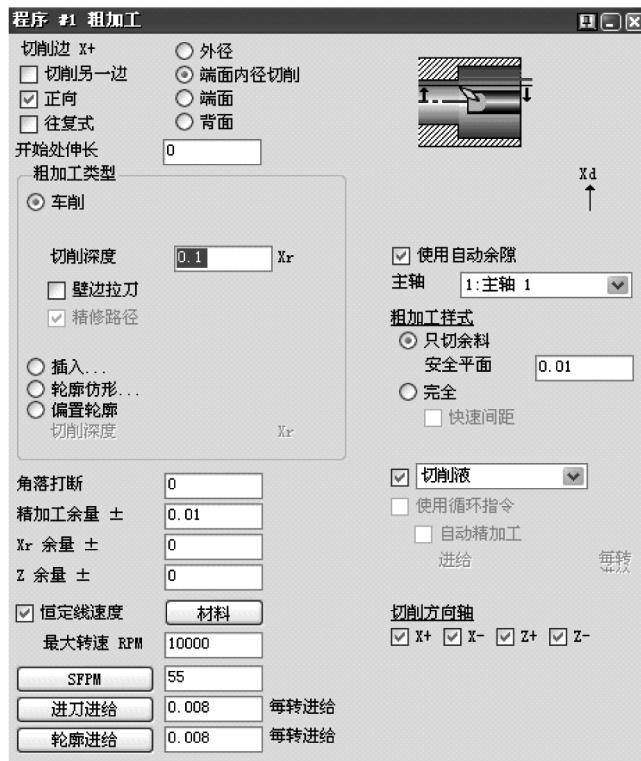

图 6-62 粗车内圆
- 3) 应用#6 刀具创建粗车内圆程序, 如图 6-62 所示。确保为轮廓清角加工预留一定的余量。